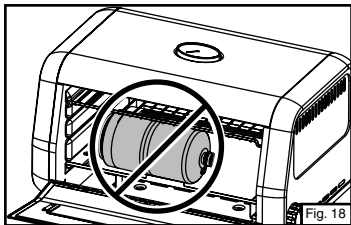

Fig. 18
- No guarde nunca un cilindro de propano dentro del horno. (Fig. 18)